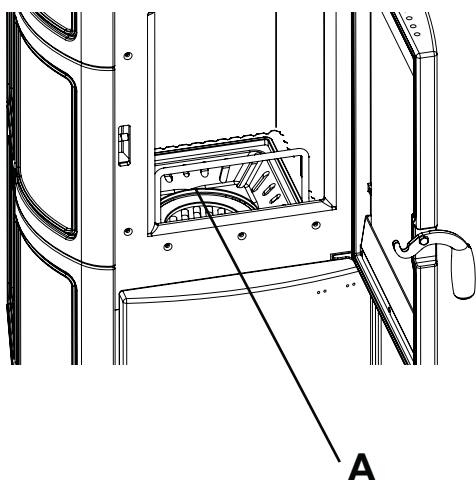

Fig. 7.2.1
- Agiter la grille (Fig. 7.2.1).
- Sacudir la parrilla (Fig. 7.2.1).